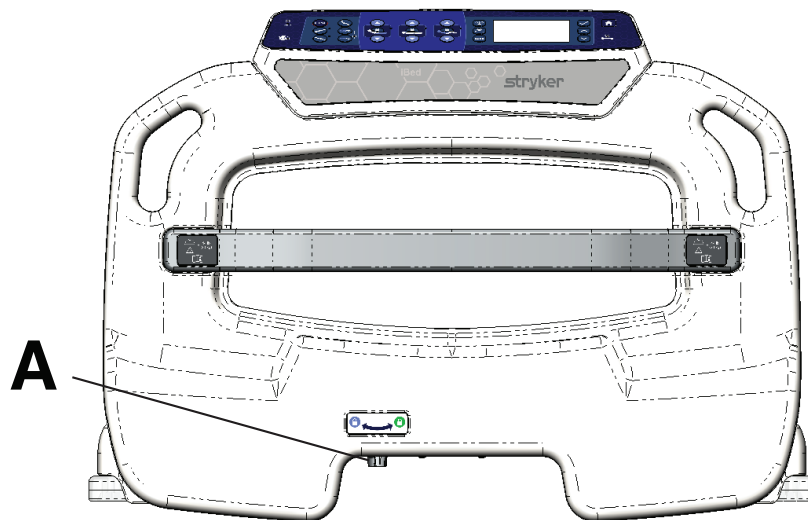

Figure 14 – Verrou du pied de lit
1. Trouver le verrou (A) situé au bas du pied de lit et le tourner en direction du symbole bleu pour déverrouiller (Figure 14).
3. Tourner le verrou (A) en direction du symbole vert pour verrouiller le pied de lit (Figure 14).